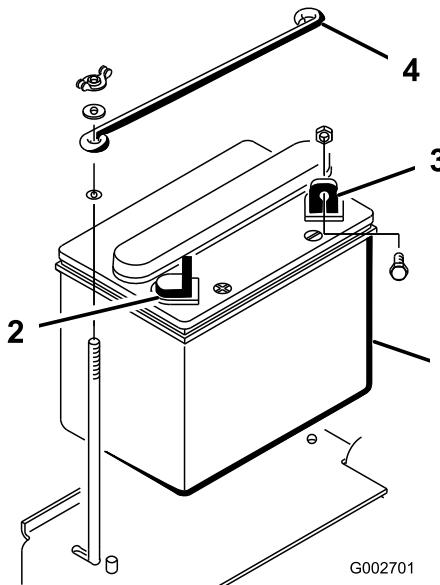

Рисунок 5
1. Установите аккумулятор на место таким образом, чтобы отрицательная клемма была направлена к задней стороне машины (Рисунок 5).